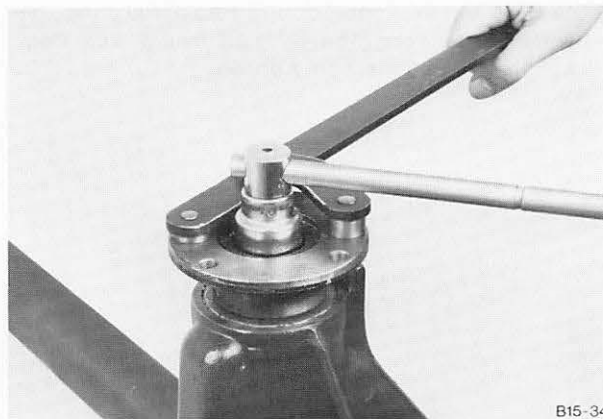

Abb. 52 Flansch – Antriebskegelrad festhalten und Mutter abschrauben
3. Flansch – Antriebskegelrad mit dem Spezialwerkzeug 15-030 festhalten und Mutter abschrauben. Abb. 52.